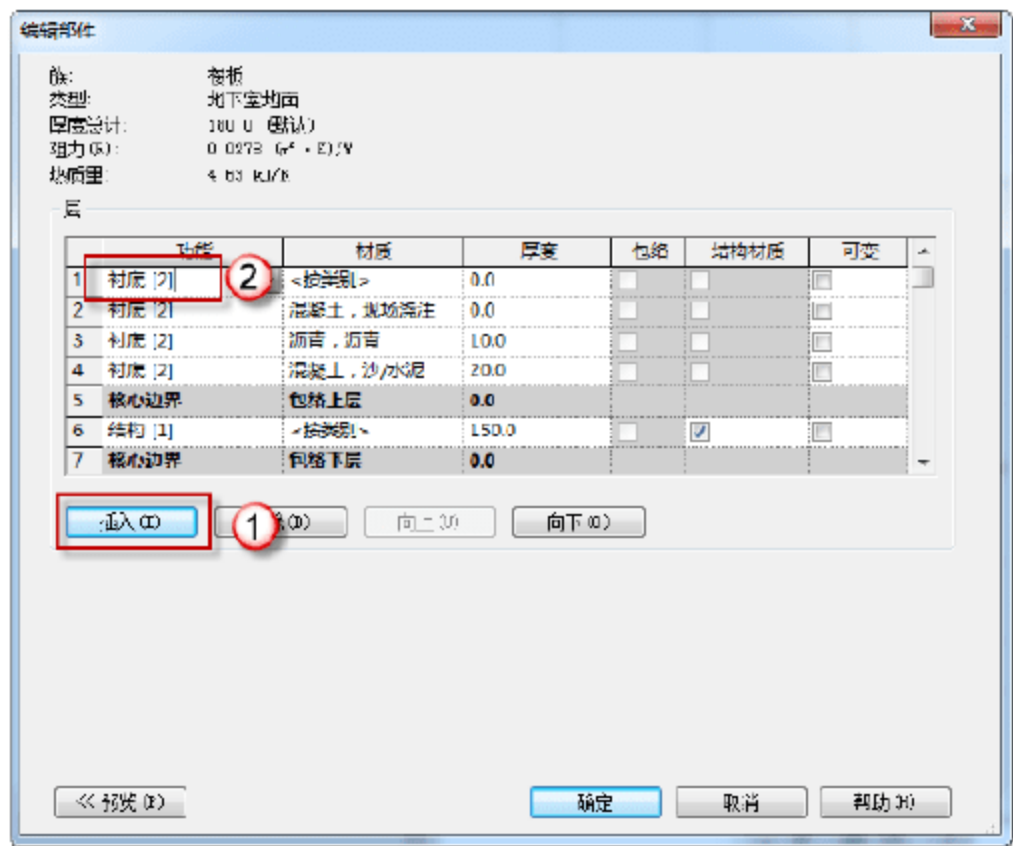

图 9.2.11 添加“衬底[2]”功能
(9) 添加“衬底[2]”功能。在“编辑部件”对话框中单击“插入”按钮，在“功能”参数下将“结构[1]”改为“衬底[2]”，如图 9.2.11 所示。